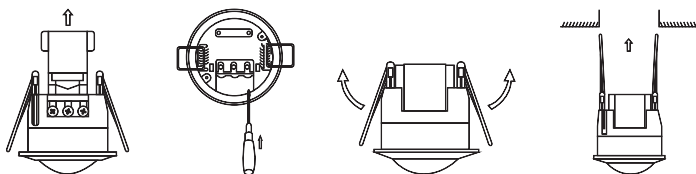

Рисунок 9. Схема монтажа датчика ДДМ-04Т
- отогнуть боковые пружины-фиксаторы вверх перед установкой (рисунок 9);